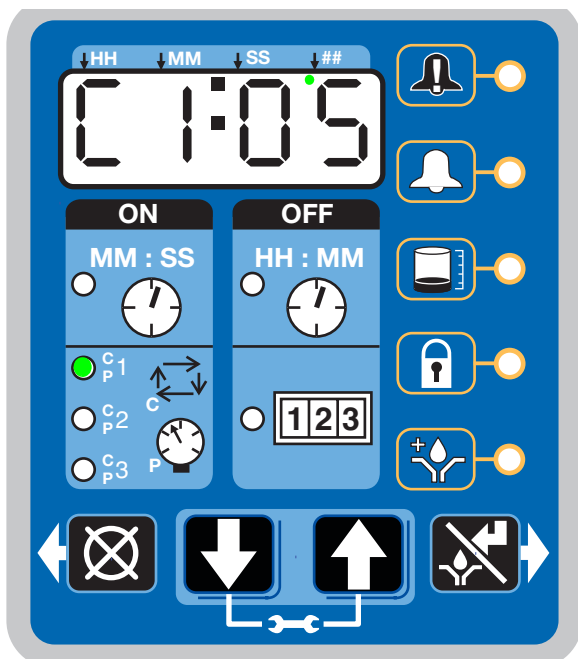

ABB. 43
- Das Display zeigt den Sensor (C1, C2, C3) und die verbleibenden Sensorzyklen an (ABB. 43).
Das Beispiel in ABB. 43 zeigt Feld für Sensor C1 mit fünf verbleibenden Zyklen an.